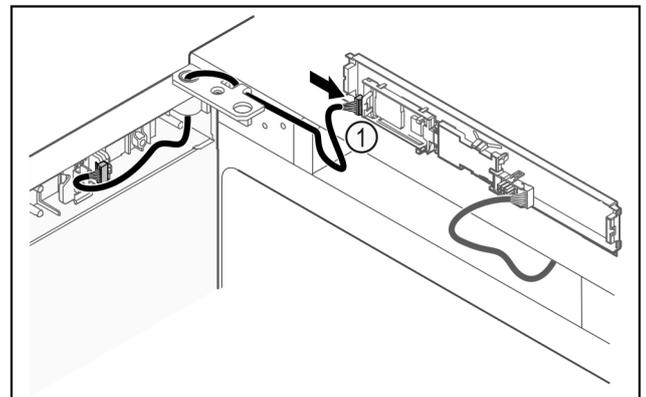

Fig. 47
- u Stecker Fig. 47 (1) an Platine anstecken.